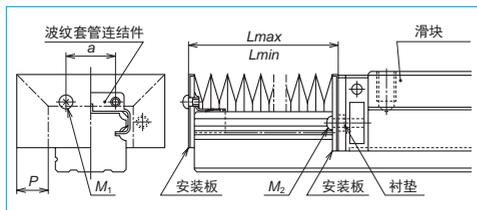

图 7.7
##### ① NH、NS 系列(图 7.7)
- 如图 7.7 所示，卸除用于安装滑块端侧密封的 2 个小螺钉(M2)。NS15 需用手紧压端盖。如果手松开，容易产生端盖从滑块上分离以致滚珠掉落的危险。
- NH、NS 系列用的波纹套如图 7.7 所示，是将专用的波纹套管连接件轻轻敲进导轨端然后使用连接件螺孔固定波纹套管端的安装板。